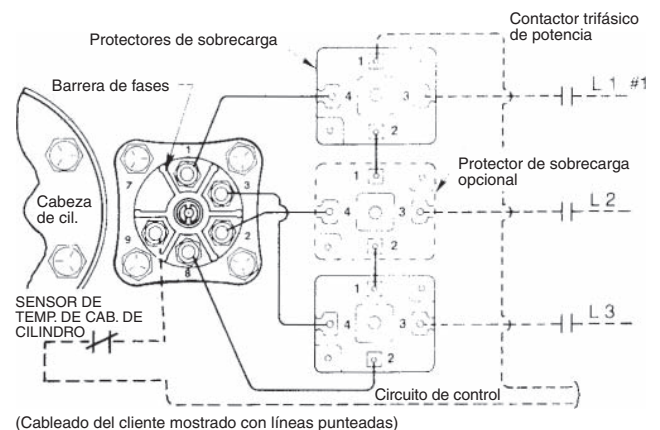

Figura 1 – Termóstato interno para arranque trifásico integral
Antes de cablear las conexiones, consulte el diagrama de cableado ubicado al interior de la caja de terminales del compresor así como en la Figura 1 mostrada abajo.
1. Conecte (1) alambre del circuito de control a la lengüeta lateral libre del protector de sobrecarga (ubicación #1 en el protector de sobrecarga superior, tal como se muestra en la Figura 1 abajo) usando un terminal de cable deslizante para conexión rápida.
- Conecte (2) alambres de potencia (de L1 y L3) a la ubicación de terminal #3 de los protectores de sobrecarga, tal como se muestra en la Figura 1. Las conexiones son terminales de bandera deslizables para conexión rápida. Cerciórese de que los alambres de potencia con los terminales de bandera de conexión rápida estén fijados segura y firmemente a las lengüetas de los terminales de los protectores de sobrecarga.
Todos los compresores 06CC están equipados con protectores de sobrecorriente y de sobretensión. La protección de sobrecorriente se realiza a través de relevadores ubicados en la caja de terminales del compresor. La protección de sobretensión consiste en un termostato insertado en el devanado del motor y conectado a través de los terminales 8 y 9 (véase la Figura 1) de la placa de terminales.